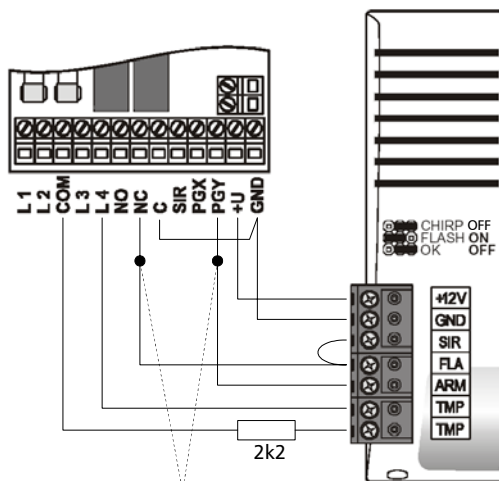

Abb. 2
- Verbinden Sie die Kabel von der Zentrale mit der Außensirene (siehe Abb. 2). Für eine einfachere Installation können die Anschlussklemmen aus dem Gehäuse genommen werden (durch Herausziehen).